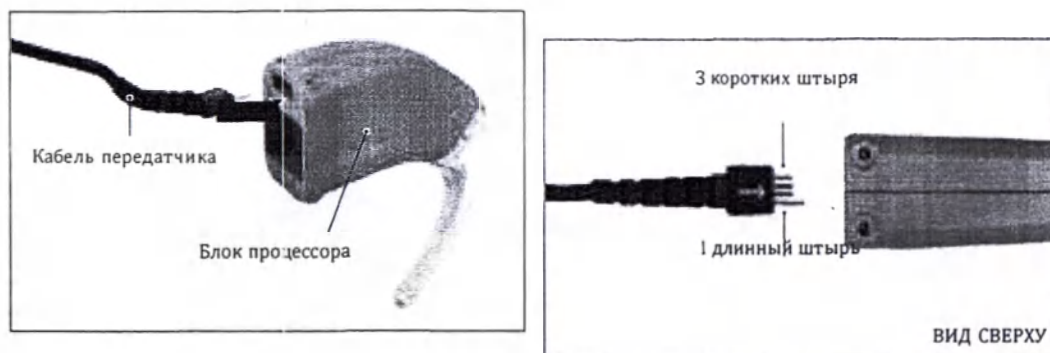

Рис. 14 Подключение кабеля передатчика
2. Подключите противоположный конец кабеля к OPUS 2 блоку процессора (см. Рис. 14).